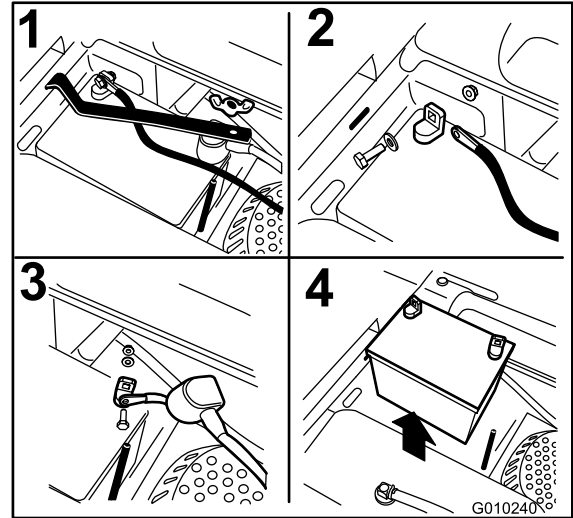

Bild 46
3. Nehmen Sie die Flügelmutter ab, mit denen die Batterieklemme befestigt ist (Bild 46).
4. Klemmen Sie zunächst das Minuskabel (schwarz) vom Minuspol (-) (schwarz) der Batterie ab (Bild 46).
5. Schieben Sie die rote Polkappe vom Pluspol (rot) der Batterie ab, und klemmen Sie das Pluskabel (+) (rot) ab (Bild 46).
6. Nehmen Sie die Klemme ab (Bild 46).
1. Legen Sie die Batterie in den Ständer, sodass die Klemmen auf der anderen Seite des Hydraulikbehälters sind (Bild 46).
4. Befestigen Sie die Kabel mit zwei Schrauben, 2 Scheiben und 2 Sicherungsmuttern (Bild 46).
6. Setzen Sie die Klemme auf auf und befestigen Sie sie mit der Flügelmutter (Bild 46).